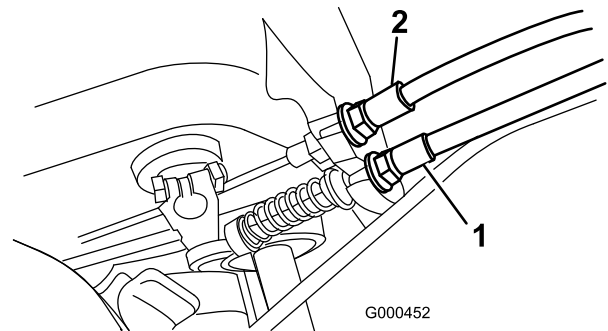

Figura 32
2. Para aumentar a tensão do cabo, desaperte a porca de bloqueio do cabo dianteiro e aperte a porca de bloqueio do cabo traseiro (Figura 32) até que seja obtida uma força de 5–6 kg, de maneira a que se possa engatar o travão. A força será medida no botão de controlo. Não ajuste demasiado ou poderá prender o travão de mão.